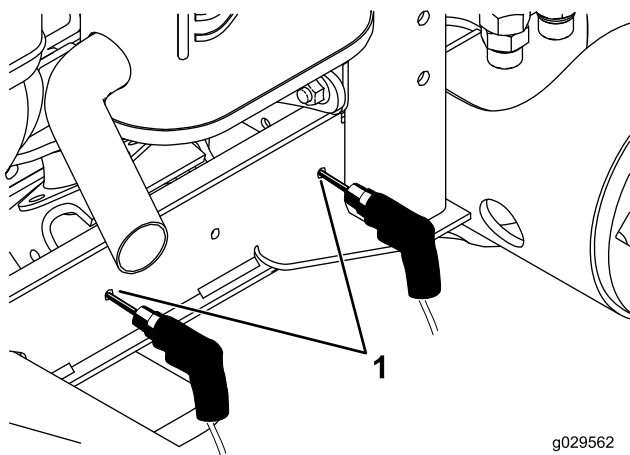

図 20
10. ステップ 8 でマーキングした位置2カ所に、直径 7.1mm の穴を開ける 図 20。